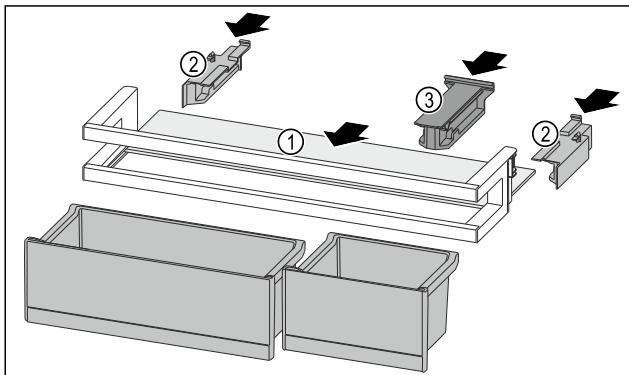

Fig. 118
- Odlagalno polico Fig. 118 (1) vstavite v stranske utore.
- Vstavite stranske dele Fig. 118 (2).
- Vstavite držalni del Fig. 118 (3).